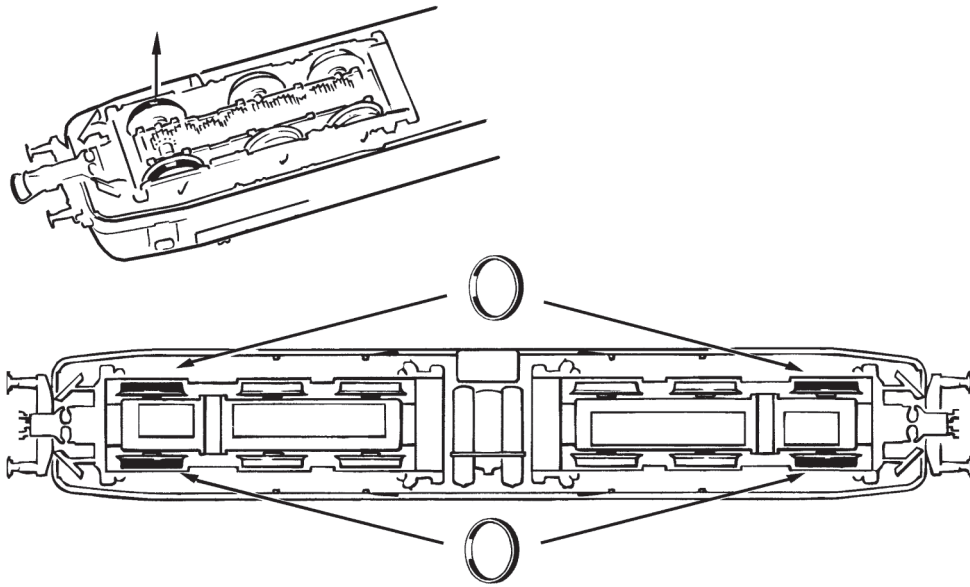

Fig. 10
1. Reinigung der Radstromkontakte: Radstromkontakte können auf unsauberen Schienen leicht verschmutzen. Entfernen Sie **vorsichtig** mit einem kleinen Pinsel **den Schmutz** an den in Fig. 10 gekennzeichneten Stellen.
1. Cleaning of wheel contacts: Wheel contacts easily get dirty on tracks which are not entirely clean. Use a small brush to **remove dirt** from spots marked in fig. 10.
1. Rengöring av hjulens strömuttagningsbleck: Strömuttagningsblecken kan bli smutsiga om modellen används på smutsig räls. Rengör blecken med en liten borste på punkterna som markeras på fig. 10. Tag av lokkåpan först (fig. 3).